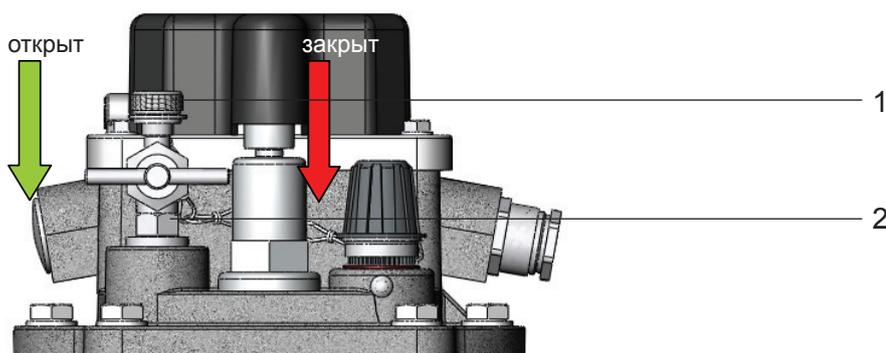

Рис. 2 - воздушный клапан
- Отвинтить малую глухую гайку (рис. 2/1) с воздушный клапан (рис. 2/2)